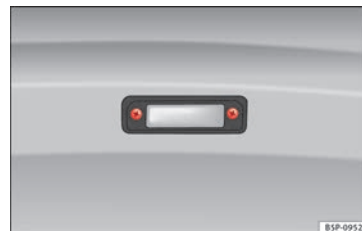

Fig. 198 Luz de matrícula.
- Para retirar la tulipa, desenrosque los tornillos » fig. 198.